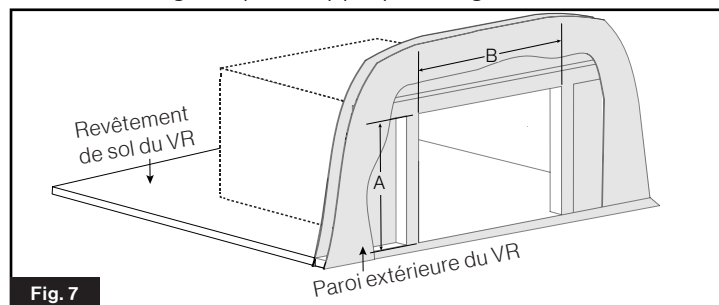

Fig. 7
1. Identifiez votre découpe existante et choisissez l'assemblage de porte approprié. (Fig. 7)